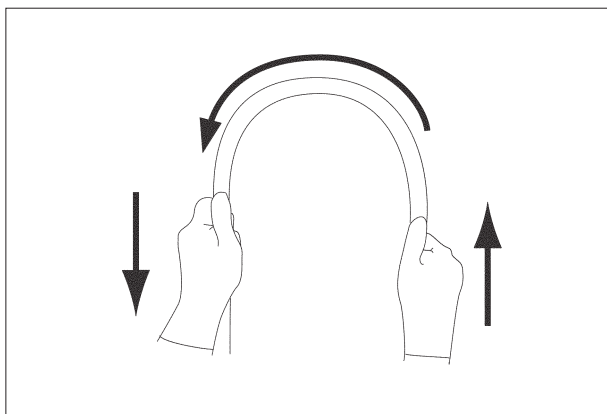

Рис. 3.3
5. Обеими руками согните вводимую трубку эндоскопа в дугу. Затем, совершая движения руками, как показано на рис. 3.3, убедитесь в том, что вводимая трубка может свободно принимать форму дуги и достаточно гибкая. Затем проверьте механизм регулировки степени гибкости вводимой трубки, выполните данный тест на гибкость вводимой трубки при установке наиболее гибкого состояния и при установке наиболее жёсткого состояния вводимой трубки (только для эндоскопов, оснащённых функцией регулировки жёсткости вводимой трубки).